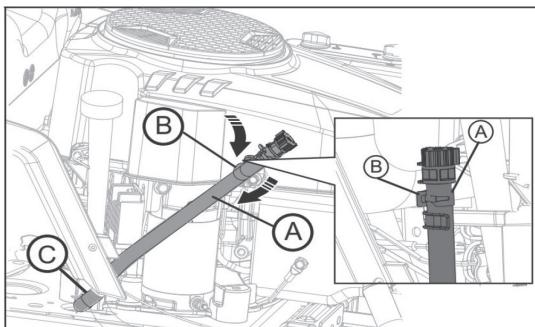
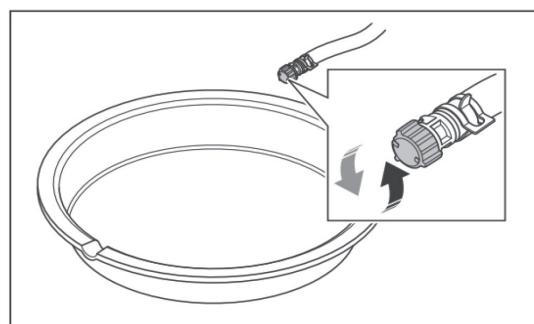

Рис. 46
Рис. 47
Для слива масла в процессе его замены (Рис. 46), отсоедините шланг для слива масла (A) от держателя (B) и поднесите ёмкость для слива масла, чтобы при повороте шланга (C), местоположение ёмкости было оптимальное. Проверните против часовой стрелки крышку маслоналивной горловины и выньте щуп (Рис. 23 и 24). Опуская шланг (C) ближе к ёмкости, открутите на нём крышку - заглушку и отработанное масло начнёт стекать в подготовленную ёмкость (Рис. 47).